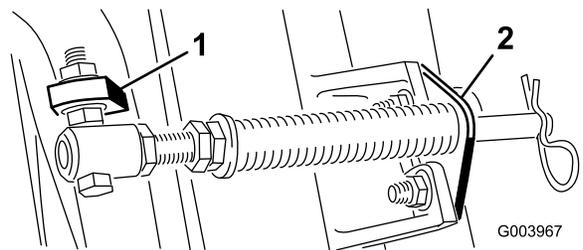

図 6
C. スプリングチューブのボルトを、反対側のキャリアフレームのタブに取り付け、フランジナットで固定する。図 6に示すように、ボルトの頭部がタブの外側を向くように取り付けること。
D. カッティングユニットのタブにロッドブラケットを取り付け、キャリッジボルト2本とナットで固定する図 6。